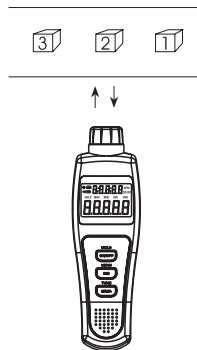
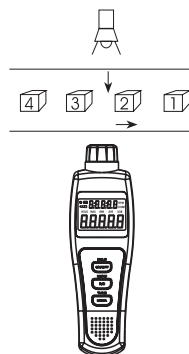

图 4
图 5
2. 计数测量COUNT (见图4、图5) 自行发光计数 (见图4)
外部光源接收计数 (见图5)